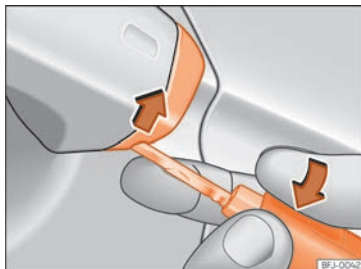

Fig. 102 Manecilla de la puerta del conductor: desprender la tapa haciendo palanca.
- Introduzca el espadín en la abertura inferior de la tapa de la manecilla de la puerta del conductor » fig. 102 y eleve la tapa de abajo hacia arriba.